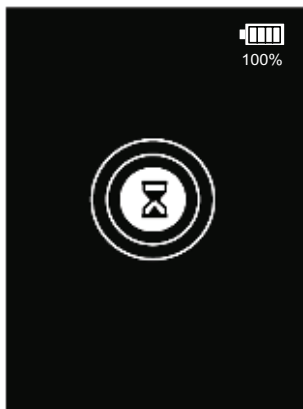

Bild 5: Display under uppvärmningsläge
2. CS LD 1.0 börjar automatiskt att värma upp enhetens sensor. Under uppvärmningsläget indikerar LCD-displayen förloppet med ökande koncentriska ringar (bild 5) som tänds från centrum och utåt. Uppvärmningen tar normalt cirka 20-30 sekunder beroende på temperaturen. När alla ringar har tänts är uppvärmningen klar. Ljudet är alltid AV under uppvärmning.